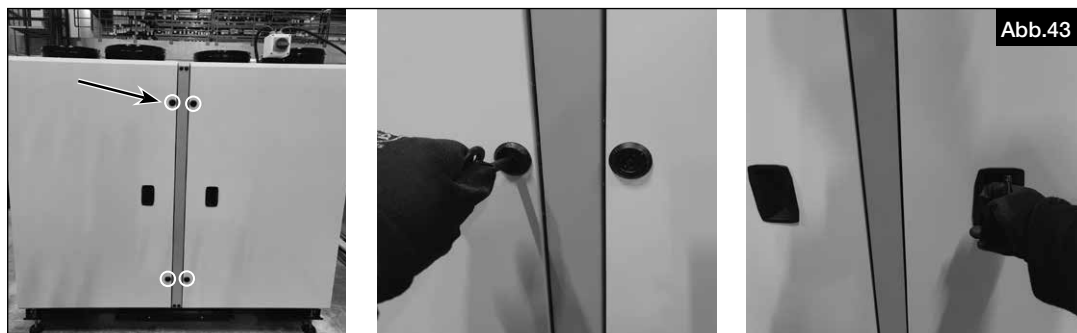

Abb.43
1. Die Türen mit dem im Lieferumfang enthaltenen Schlüssel entriegeln und die Türen öffnen (s. Abb.43).